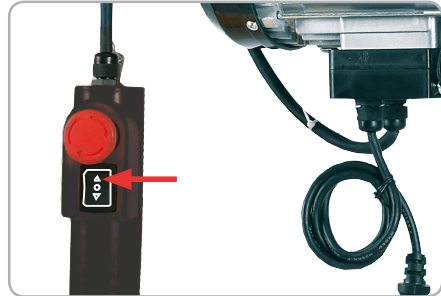

Fig.11
- Pentru a ridica sarcina apăsați butonul de ridicare al trolului electric (Fig.11).